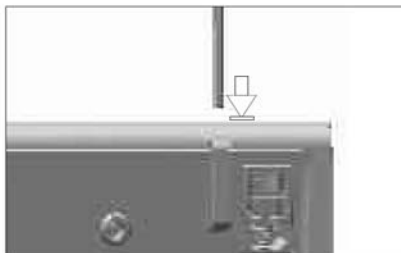

fig. 4
**G** - Alinhar e fixar o suporte na região traseira do console para suspender o cantil ou garrafa. **Fig4.**